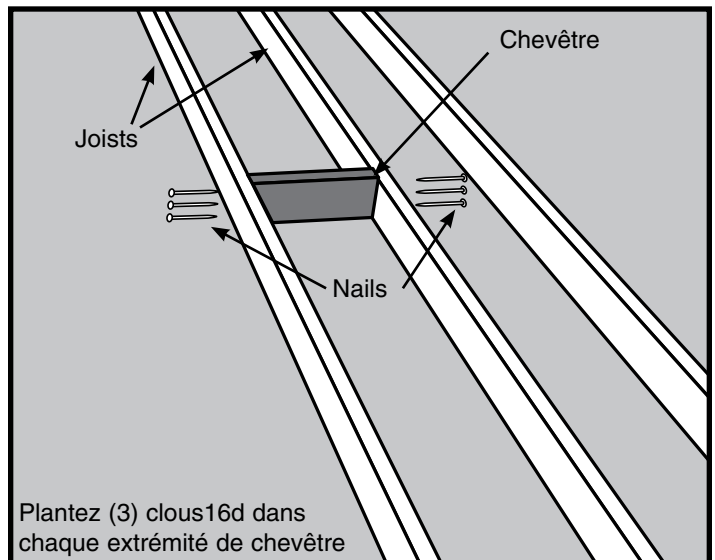

Figure 12
- Étape 3. Placez un de ces chevêtres à une extrémité de votre emplacement choisi (Voir la Figure 12). Le chevêtre doit s'adapter exactement entre les solives. Placez-le au marteau si nécessaire ; s'il s'avère trop long de 1,6 mm, limez-le. S'il est trop court de plus de 1,6 mm, coupez un autre morceau.
- Étape 4. Mettez d'équerre le chevêtre par rapport à une solive et plantez (3) clous 16d au travers de la solive pour pénétrer le chevêtre. Vérifiez la perpendicularité et plantez (3) clous 16d au travers de l'autre solive pour pénétrer le chevêtre (Voir la Figure 12). Il est très important que le morceau de chevêtre soit d'aplomb verticalement comme d'équerre avec les côtés des solives.